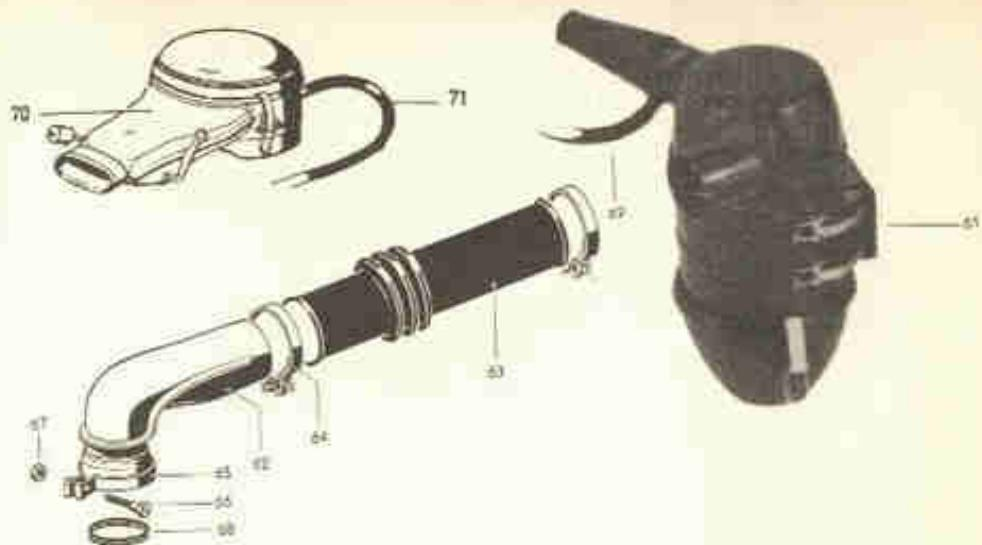

Fig. 19-E — Filtros de ar dos modelos "1 300", "1 500" e sedan "1 600".
**Sistema de ventilação.** — Nos motores "1 300", "1 500" e "1 600" o filtro de ar é ligado ao carter por um tubo flexível (69 e 71, Fig. 19-E) que permite o aproveitamento dos gases não queimados, constituindo o sistema de ventilação.
O filtro de ar do modelo "1 300" (70, Fig. 19-E) possui um tubo de admissão que deve ficar sempre voltado para a esquerda. Nos modelos "1 500" e "1 600" o filtro tem um tubo de extensão.